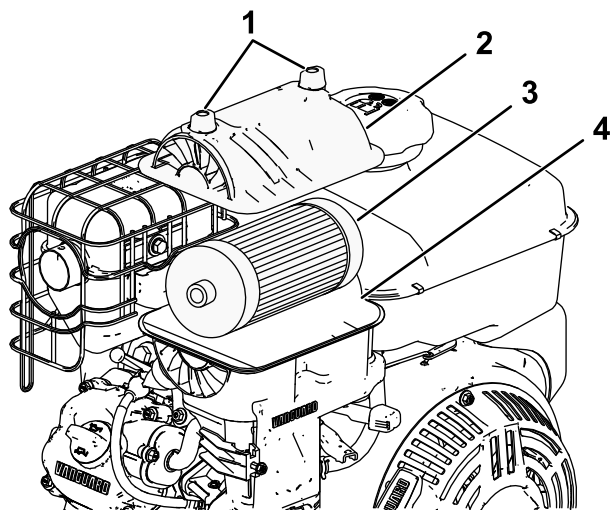

Figure 68
3. Déposez le couvercle et nettoyez-le soigneusement (Figure 68).
3. Installez le filtre à air sur sa base (Figure 68).
1. Déposez et examinez l'élément filtrant en papier (Figure 68); remplacez-le s'il est excessivement encrassé.